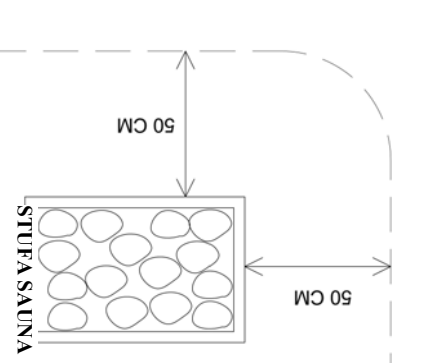

FIG. 1
- ! Nelle saune non montare le luci sopra la stufa e mantenere da questa una distanza di almeno 50 cm (fig. 1).